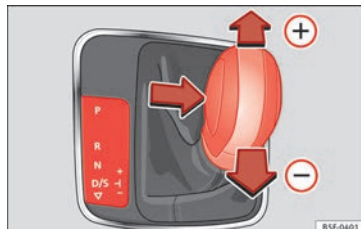

Fig. 188 Consola central: engrenar com Tiptronic.
- Empurre a alavanca seletora para a frente  para engrenar uma mudança mais alta » **Fig. 188.**